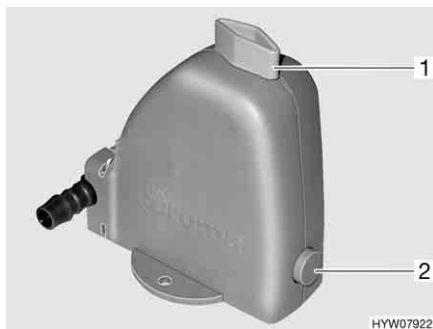

Fig. 205 Valvola di sicurezza/di scarico (Truma)
- Chiudere la valvola di sicurezza/di scarico (Truma). A tal fine ruotare la manopola (Fig. 205,1) verticalmente rispetto alla valvola di sicurezza/di scarico e premere verso l'interno il bottone automatico (Fig. 205,3). Con temperature inferiori a 6 °C non è possibile chiudere la valvola di sicurezza/di scarico.
- Aprire la valvola di sicurezza/di scarico (Truma). A tal fine ruotare la manopola (Fig. 205,1) nel senso della lunghezza della valvola di sicurezza/di scarico.